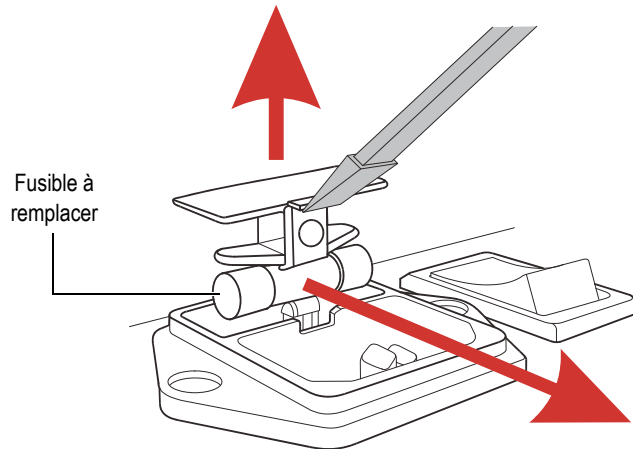

Figure 6-1 Remplacement de fusible dans l'OmniScan iX
- À l'aide d'un tournevis plat, enlevez le porte-fusible (voir la Figure 6-1 à la page 59).